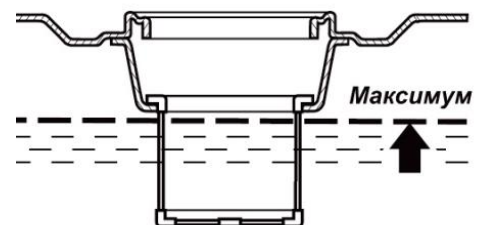

Рис. 2
- При отсутствии сетчатого фильтра заливать бензин следует не выше нижнего края горловины бака (См. Рис.2).